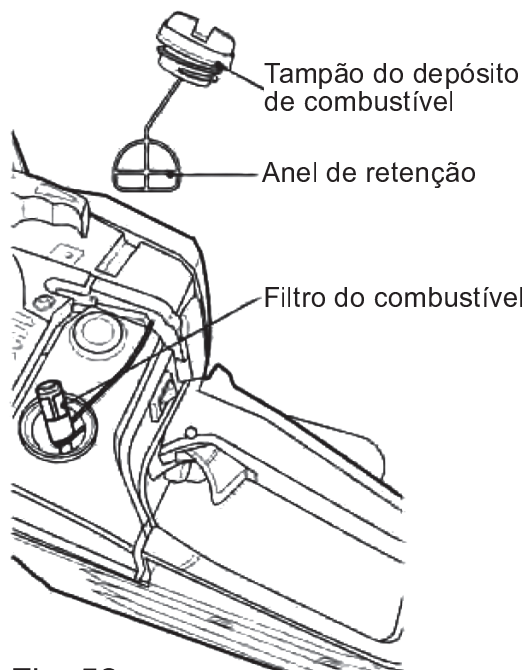

Fig. 52
- > O depósito de combustível deste produto possui um filtro localizado na extremidade solta do tubo de combustível (Fig. 52).